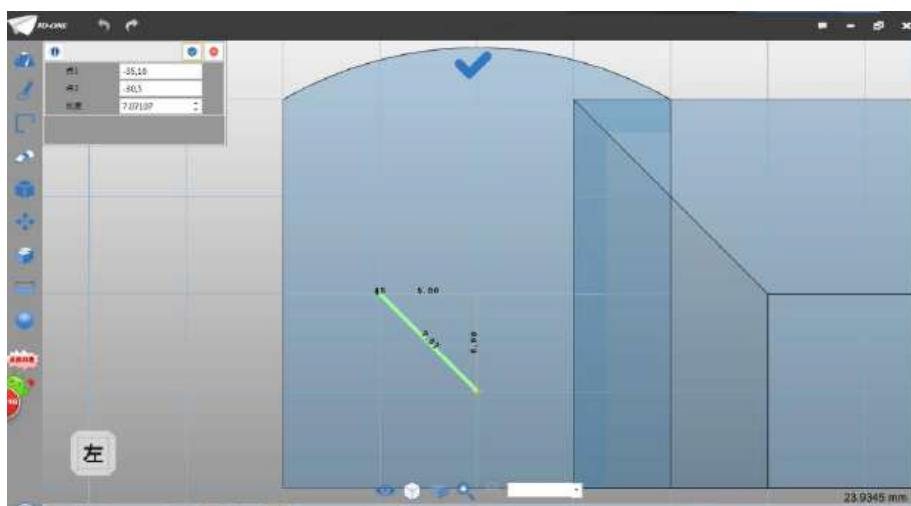

图 1-14
Step 14 利用网格交点位置，绘制如下图 1-14 所示的直线：